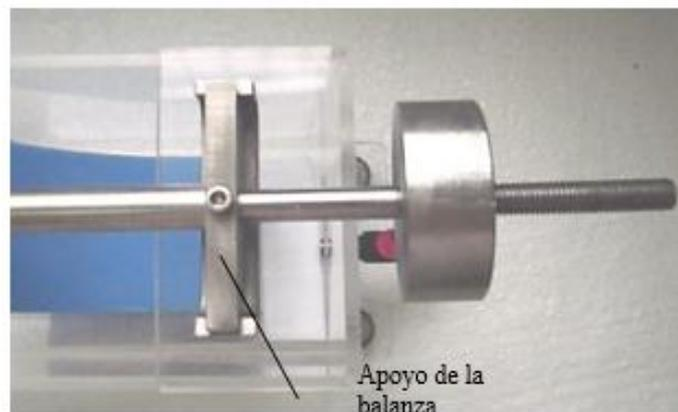
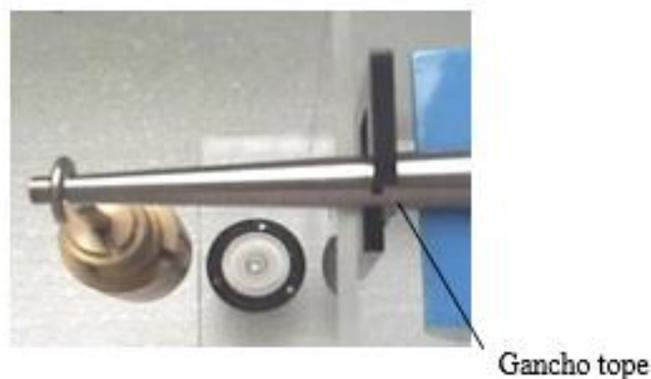

Figura 18
Figura 19
3. Con el depósito emplazado sobre el Banco o Grupo Hidráulico, colocar el brazo basculante sobre el apoyo (perfil afilado, ver **Figura 18**). Colgar el platillo al extremo del brazo (ver **Figura 19**).